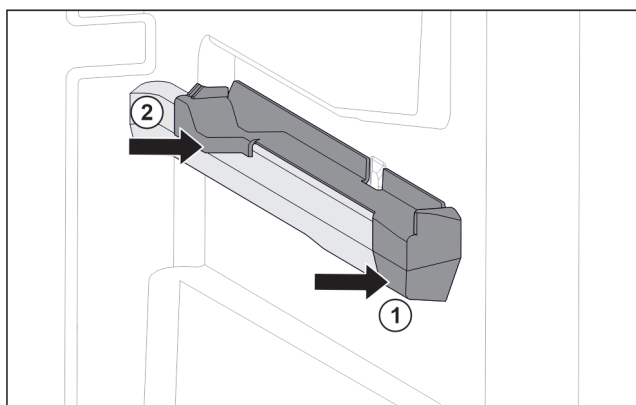

Fig. 79 Natični nastavek na desnemu nastavku za posodo
- ▶ Natični nastavek spredaj namestite na nastavek za posodo. Fig. 79 (1)
- ▶ Pritisnite natični nastavek zadaj. Fig. 79 (2)